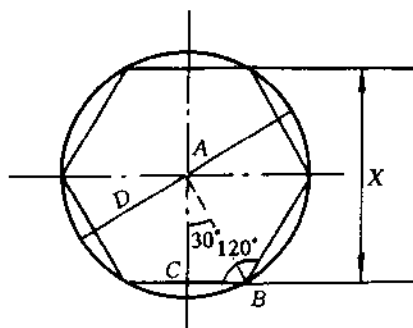

图 8
17. 六角螺母毛坯 (如图 8 所示) 直径 $D=20\text{ mm}$, 问铣成六角形时, 最大的对边距离 X 是多少? (保留小数二位)